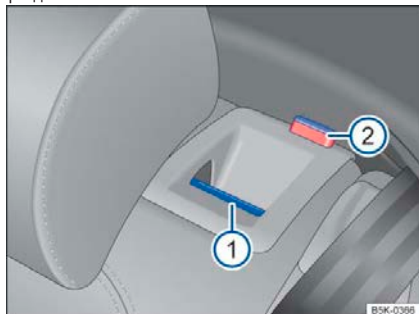

Рисунок 56 Спинка сиденья заднего ряда: кнопка разблокировки
- Потяните кнопку разблокировки вперед → рис. 56  и одновременно сложите спинку сиденья вперед.